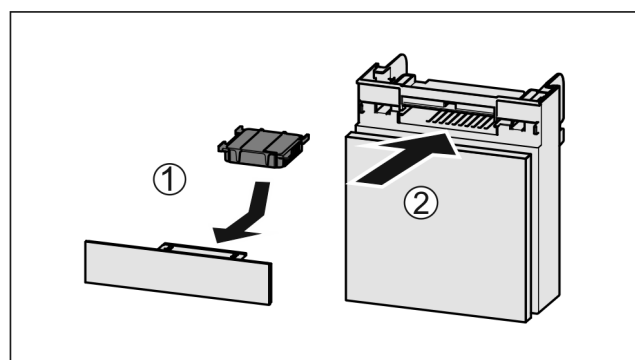

Fig. 149
- Aktivkohlefilter nach Abbildung einsetzen Fig. 149 (1).
- Fach einschieben Fig. 149 (2).